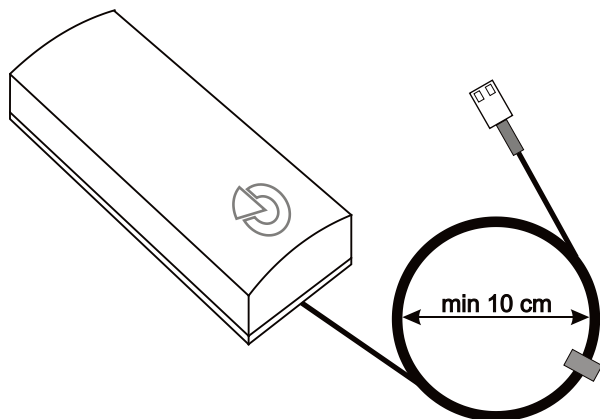

Abb. 1 Antenne AN-868
4. Die Kabelzuleitung weder kürzen noch verlängern. Den überschüssigen Leiter in der auf Abbildung 1 dargestellten Position fixieren. Den minimalen Kreisdurchmesser 100 mm einhalten! Den Leiter auf keinen Fall scharf biegen, es würde beträchtliche Sendeverluste zur Folge haben.